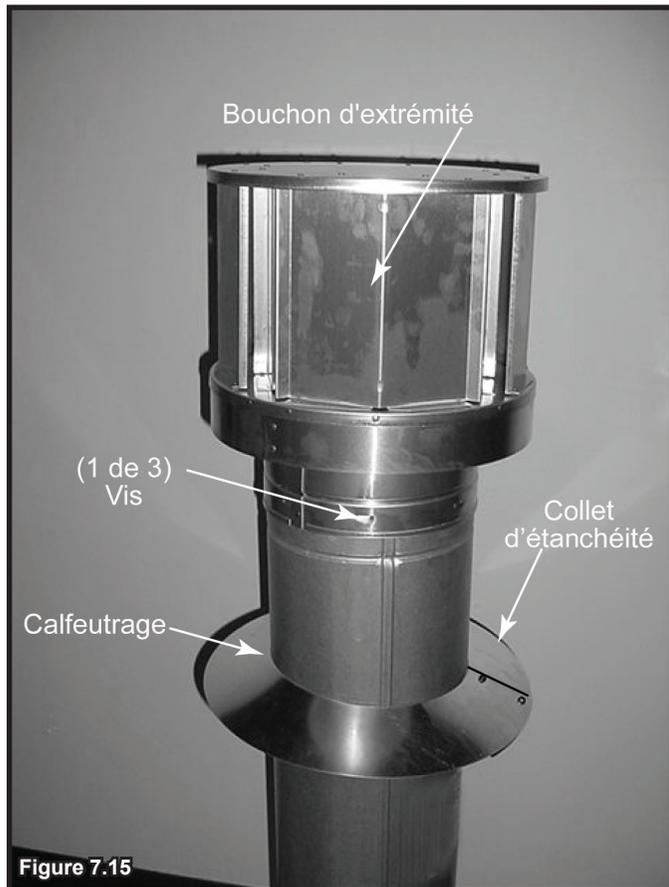

Figure 7.15
- Appliquez du calfeutrant autour de la partie supérieure de la mitre. Voir la Figure 7.15.
- Attachez le chapeau de l'extrémité en introduisant les trois vis autotaraudeuses (fournies) dans les trous de guidage du col extérieur, jusqu'à l'extérieur de la cheminée du conduit (voir Figure 7.15).